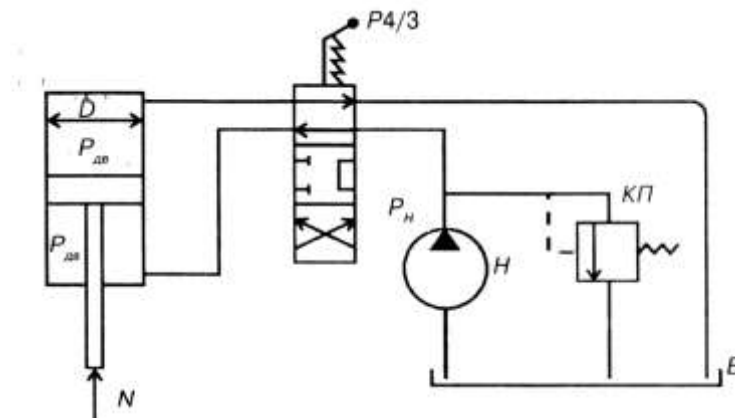

Рисунок 1 – Схема объемного гидропривода возвратно-поступательного движения
**ЗАДАЧА №1.** Гидравлическая система рулевого управления трактора К-700 (рисунок 1) состоит из насоса Н шестеренчатого с подачей  $Q$ , развивающего давление на выходе насоса  $P_n$ , нагнетательного трубопровода длиной и диаметром  $d$ , предохранительного клапана КП, гидрораспределителя Р4/3, силового цилиндра Ц с поршнем диаметром  $D$ , сливного трубопровода и гидробака Б. В качестве рабочей жидкости используется автотракторное масло с кинематической вязкостью  $\nu$  и удельным весом  $\gamma$ .
**ЗАДАЧА № 4.** Свеклоуборочный комбайн КСТ-2 снабжен устройством для копирования контура междурядий гряд, которое управляется гидросистемой комбайна (рис. 1). Эта система имеет силовой цилиндр Ц с поршнем, распределитель Р4/3 с золотником, гидронасос Н и перепускной клапан КП.
ЗАДАЧА № 5. Культиватор-растениепитатель КРСШ-2,8 снабжен гидравлической системой, состоящей из следующих элементов: силового цилиндра Ц, гидрораспределителя Р4/3, шестеренного насоса Н и перепускного клапана КП (рис. 1).
ЗАДАЧА № 6. Гидравлическая система загрузчика сеялок автомобильного ЗСА-40 (рис. 1) содержит следующие основные элементы: шестеренный насос Н, подключенный к нагнетательному трубопроводу, установленный на сливном трубопроводе предохранительный клапан КП, распределитель Р4/3 и силовой цилиндр Ц с возможностью возвратно-поступательного перемещения поршня.
ЗАДАЧА № 7. Картофелеуборочный комбайн ККУ-2 «Дружба» снабжен гидравлической системой, состоящей из следующих элементов: цилиндра силового Ц, гидрораспределителя Р4/3, шестеренного насоса Н и предохранительного клапана КП (рис. 1).
тельный трубопровод имеет длину  $l$  и диаметр  $d$ . Цилиндр поршня имеет диаметр  $D$  (рис. 1).
**ЗАДАЧА № 9.** Гидравлическая система пресс-подборщика с боковой подачей ППБ-1,3 состоит из следующих основных элементов: силового цилиндра Ц, гидрораспределителя Р4/3, шестеренного насоса Н и перепускного клапана КП (рис. 1).